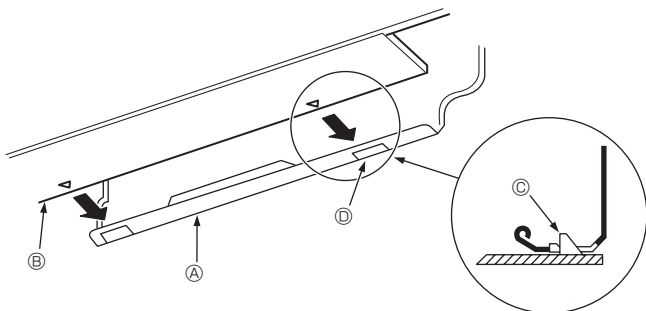

Fig. 3-10
- Al introducir las tuberías de refrigerante y la manguera de drenaje en el orificio de penetración en la pared (manguito de penetración), cuelgue la parte superior de la unidad interior en la placa de montaje ①.
- Fije la unidad en la placa de montaje ① empujando la parte inferior de la unidad. (Fig. 3-10)
* Asegúrese de que los tiradores de la parte inferior de la unidad interior estén bien enganchados en la placa de montaje ①.
- Ⓐ Placa de montaje ①